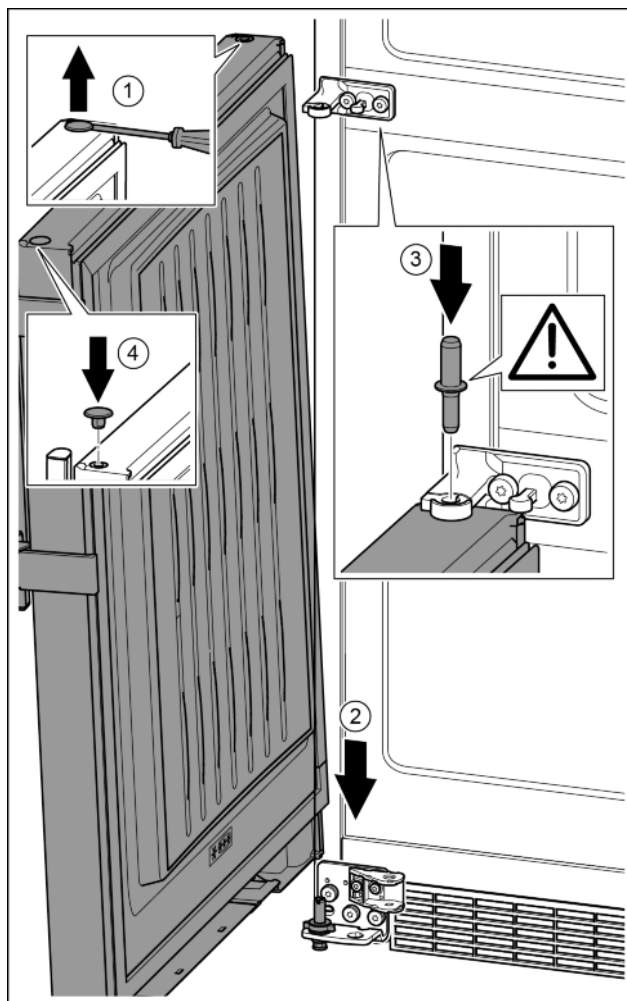

Fig. 33
- Осторожно приподнять шлицевой отверткой заглушку и вынуть ее. Fig. 33 (1)
- Установить дверь сверху на нижний опорный палец. Fig. 33 (2)
- Вставить средний опорный палец через средний опорный кронштейн в нижнюю дверь. При этом следить за тем, чтобы выступ фиксатора был направлен назад. Fig. 33 (3)
- Заглушку снова вставить с другой стороны. Fig. 33 (4)